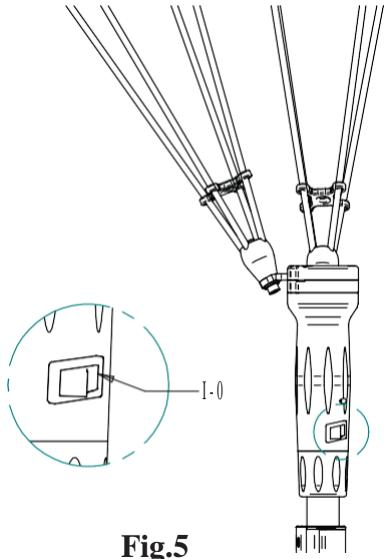

Fig.5
- Premere il pulsante sulla testina (Fig.5) evitando di tenerlo sulle parti in movimento